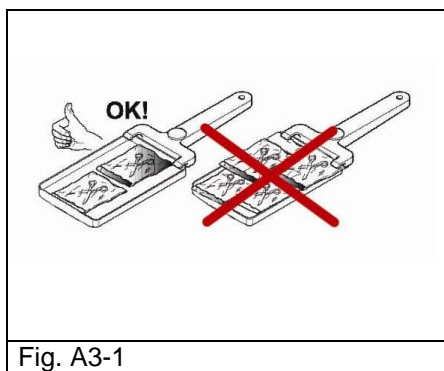

Fig. A3-1
- Atunci când se sterilizează materiale împachetate, pachetele (săculeții) nu trebuie să se suprapună pe tavă (Fig. A3-1).